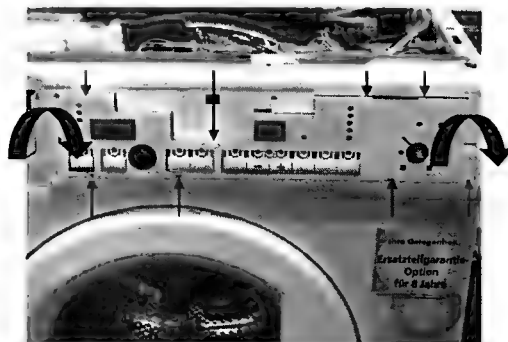

Рис. 3.15.27. Демонтаж панели управления
- отжимают 8 защелок (рис. 3.15.27) и снимают панель управления.